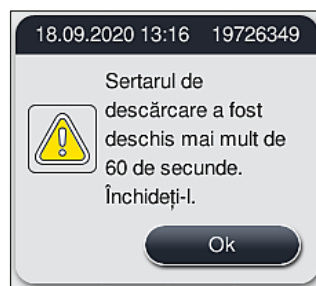

Fig. 91
- Dacă sertarul de descărcare rămâne deschis un timp mai lung de 60 secunde, utilizatorul va fi atenționat asupra acestui lucru printr-un mesaj de informare (→ "Fig. 91").